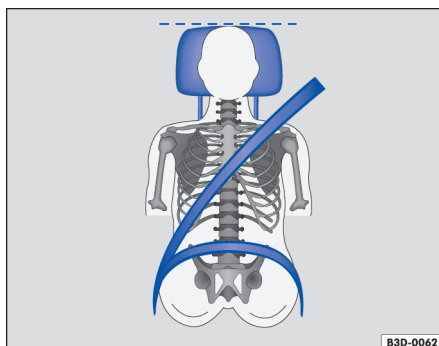

图 47 驾驶员头枕的正确位置
- 调节头枕，使头枕的上沿与您的头顶等高，不可低于眼睛，头部尽可能贴近头枕。⇒图 47。